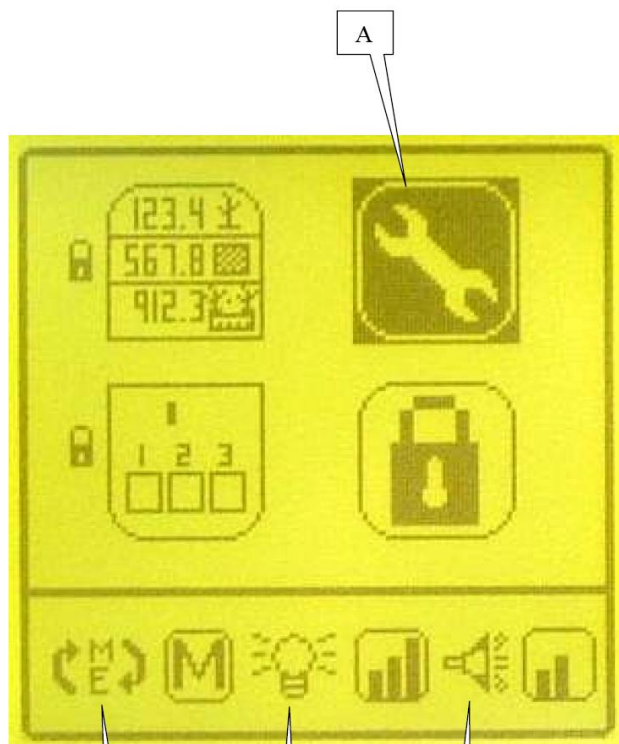

Fig. 1
a) program podrzędny parametrów konsoli (Fig. 1).
ekran: , który należy następnie zatwierdzić. Na wyświetlaczu pojawi się ekran (Fig. 1).